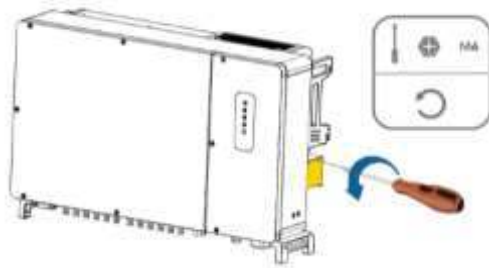

Fig. 6-1 Módulo del ventilador
2. Afloje el tornillo en la placa de sellado del módulo del ventilador (Fig. 6-1).